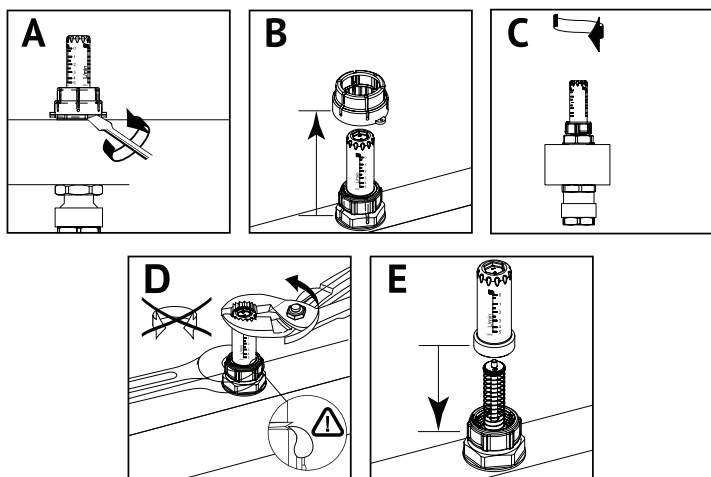

Рис.6 Очистка расходомера
- Очистка расходомера (**Рис.6**).
3. Выкрутите колбу расходомера с помощью ключа, придерживая черный штуцер другим ключом (D);
4. Очистите колбу расходомера или замените на новую и установите обратно на вентиль (E);